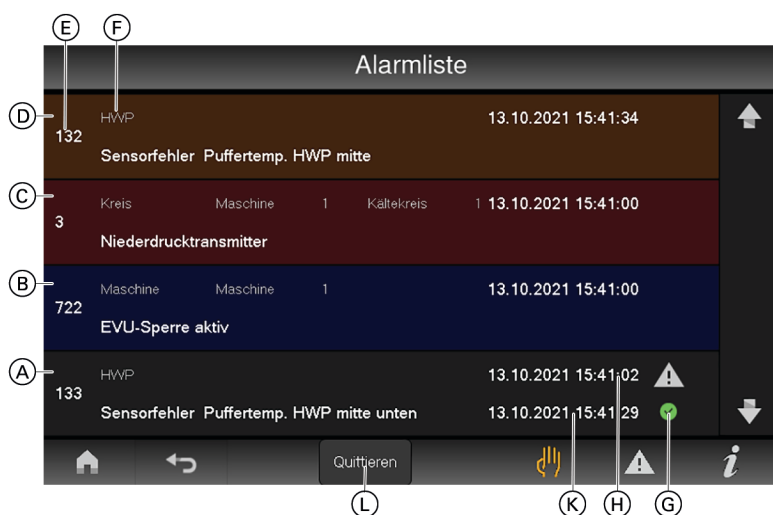

Рис. 21
1. В поле навигации нажмите на **▲**. Все сообщения о неисправностях появляются в виде списка с сортировкой по времени. см. на рис. 21.